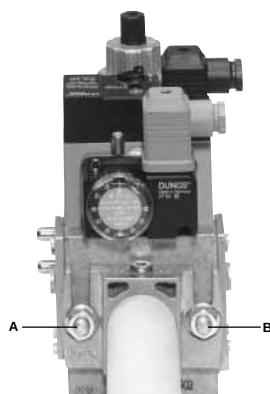
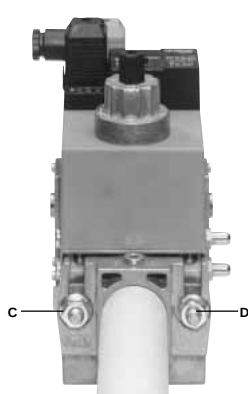
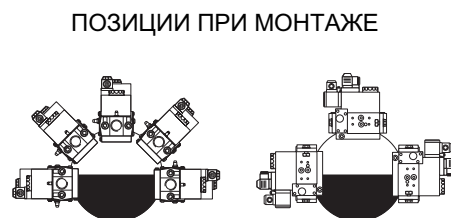

Рис. 9
Рис. 10
Рис. 12
3. Затянуть винты A, B, C и D (Рис. 9 - Рис. 10), (Рис. 12)